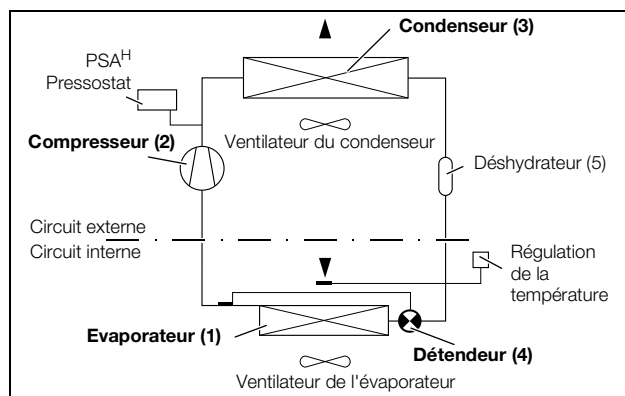

Fig. 3 : Circuit frigorifique
Le climatiseur (installation frigorifique à compression) se compose de quatre éléments principaux (voir fig. 3) : l'évaporateur (1), le compresseur (2), le condenseur (3) et le détendeur (4) – reliés entre eux par une tuyauterie adaptée. Le circuit ainsi constitué transporte un liquide à point d'ébullition bas, le fluide frigorigène. Le fluide frigorigène R134a (CH_2FCF_3) est exempt de chlore et ne présente aucun risque pour la couche d'ozone (potentiel de destruction d'ozone = 0).